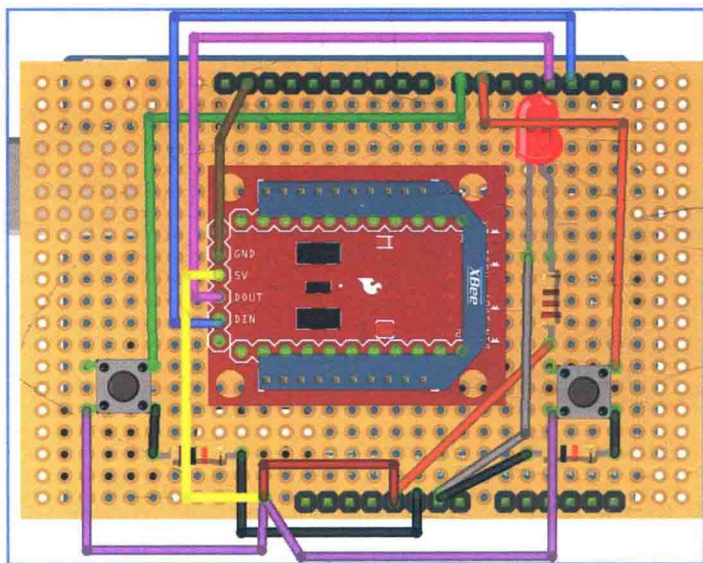

图 11.27 按钮控制小艇的航行方向
- d. 增加一对按钮。它们的一极都连接到 5V 电源（图 11.27 中的紫色线），负极连接到 Arduino 的某个数字引脚——第 6 引脚（橙色线）和第 7 引脚（绿）。最后，将负极引脚连接到地线，中间加入 $2K\Omega$ 电阻。这在图中用黑色线表示。控制器就这样完成了！